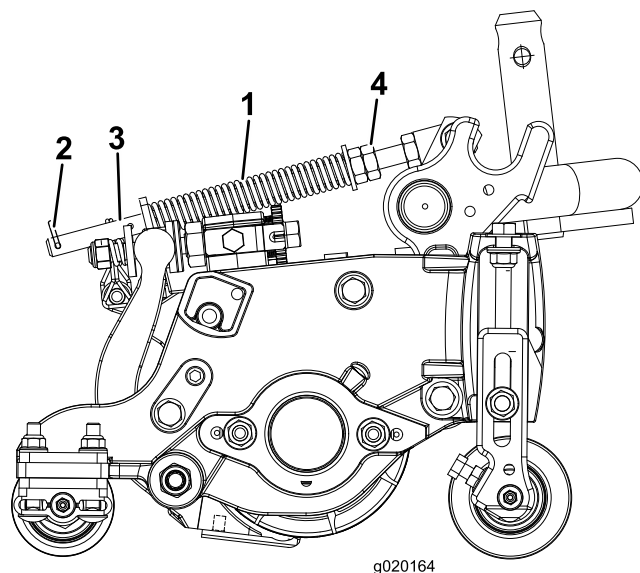

Figura 14
Arcul de compensare pentru gazon (Figura 14) transferă greutatea de la rola frontală pe cea posterioară. Acest lucru ajută la reducerea valurilor create la nivelul gazonului, fenomen cunoscut și drept undulare sau oscilare.
6. Asigurați-vă că tiftul în formă de agrafă este montat în orificiul posterior al tijei arcului (Figura 14).
7. Strângeți piuliile hexagonale de pe capătul frontal al tijei arcului, până când lungimea comprimată a arcului (Figura 14) este de 12,7 cm pentru unitățile de tăiere de 5" și de 15,8 cm pentru unitățile de tăiere de 7".